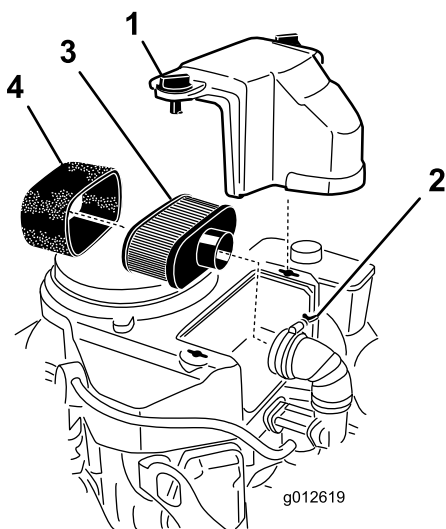

Bild 41
3. Reinigen Sie den Bereich um den Luftfilter herum, um zu verhindern, dass Schmutz in den Motor fällt und Schäden verursacht (Bild 41).
4. Lockern Sie die Handräder der Abdeckung und nehmen die Luftfilterabdeckung ab (Bild 41).
5. Lösen Sie die Schlauchklemme und entfernen Sie den Luftfilter (Bild 41).
6. Ziehen Sie den Schaumeinsatz vorsichtig vom Papiereinsatz (Bild 41).
Hinweis: Wechseln Sie den Papiereinsatz aus, wenn er sehr schmutzig ist (Bild 41).
1. Schieben Sie den Schaumeinsatz vorsichtig auf den Papierluftfiltereinsatz (Bild 41).
2. Schieben Sie den Luftfilter auf das Luftfilterunterteil oder den Schlauch und befestigen ihn (Bild 41).
3. Setzen Sie die Abdeckung des Luftfilters auf und ziehen Sie das Handrad der Abdeckung fest (Bild 41).